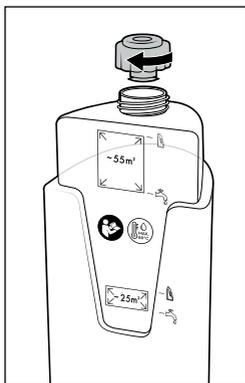

Fig. 10
- ◆ Luk låget til brugsvandsbeholderen ❶ igen (se fig. 10).